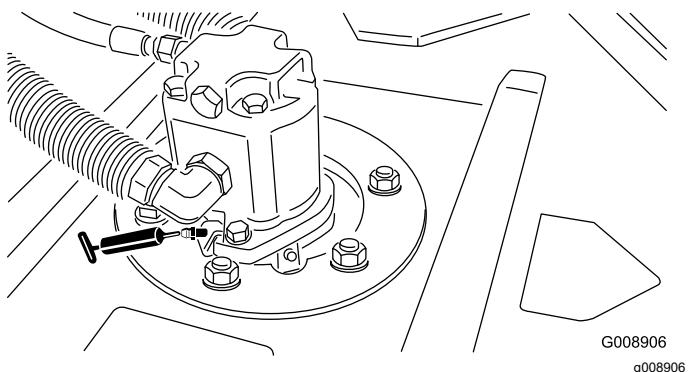

Рисунок 37
- Подшипники шпинделя режущего блока (по 2 шт. на режущий блок) —Рисунок 37